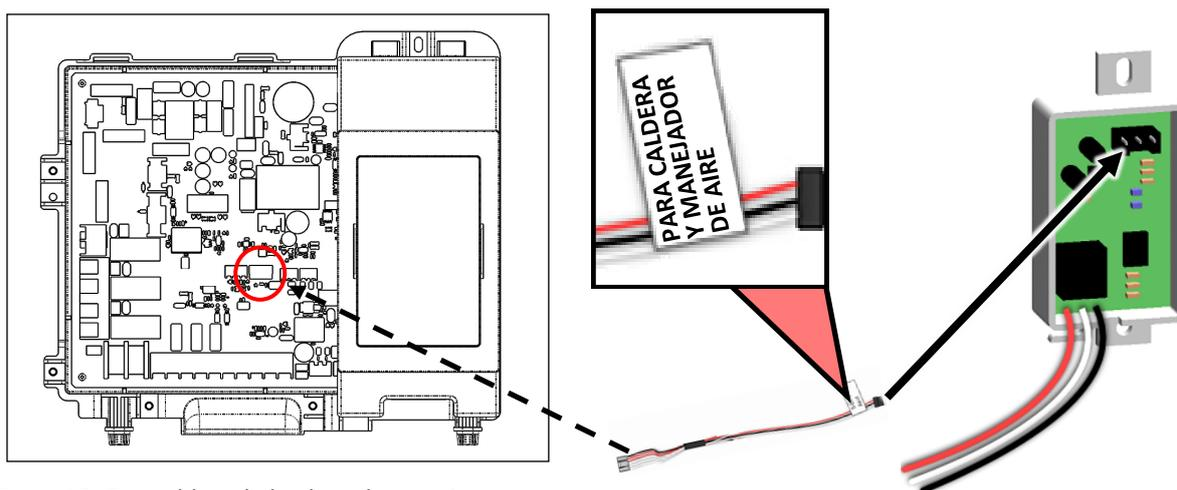

Figura 19: Ensamblaje de la placa de circuito impreso
4. Conecte un extremo del cable del manejador de aire de la caldera al puerto de accesorios en la placa de circuito impreso. Conecte el otro extremo del cable al puerto de accesorios de la **placa de circuito del interruptor** (Figura 19).